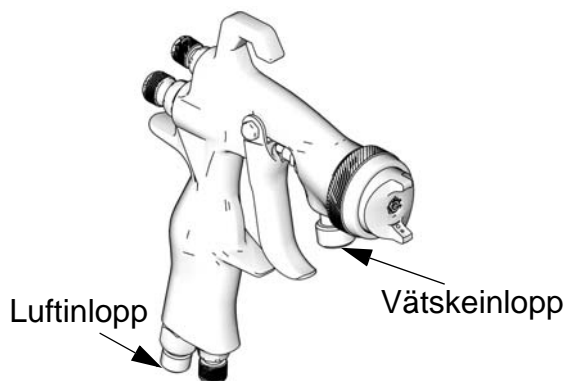

FIG.1
4. Anslut en ren och torr, filtrerad tryckluftstillförsel till luftinloppsopplingen. Se FIG.1.
5. Anslut en vätskeslang till vätskeinloppsutrustningen. Se FIG.1.